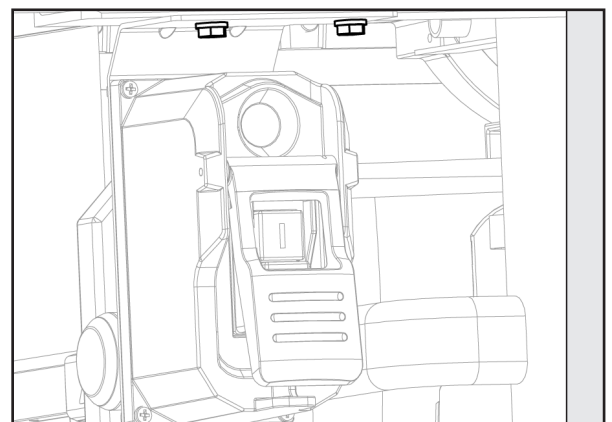

FIGURE 14
- Attachez le rail de guidage du guide au rail avant en utilisant quatre (pour les versions 30") six (pour les versions 52") vis à tête bombée hex. 1/4-20 x 1/2 pouce et des rondelles à ressort 1/4 pouce (B) sur le côté inférieur du rail avant.
- Alignez les deux trous du support du boîtier de commande d'alimentation avec les trous situés sous le rail avant, comme sur figure 14 (C), sur le côté gauche de la scie. Fixez le boîtier de commande d'alimentation au rail avant à l'aide de deux vis à tête hexagonale de 1 / 4-20 x 1/2 pouce avec rondelles élastiques.